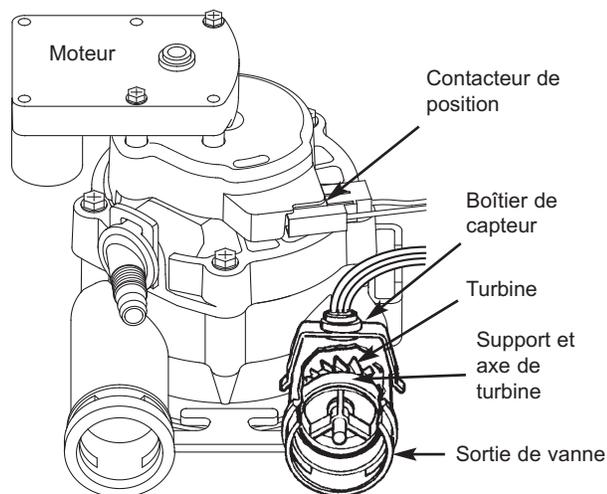

FIG. 32
- REMARQUE :** Si l'afficheur n'indique pas de valeur lorsqu'un robinet est ouvert, sortez le capteur de l'orifice de sortie de la vanne. Passez un petit aimant dans un mouvement d'aller-retour devant le capteur. Si l'aimant entraîne une valeur à l'écran, débranchez les tuyaux d'arrivée et de sortie et vérifiez si la turbine est grippée (cf. figure 32).